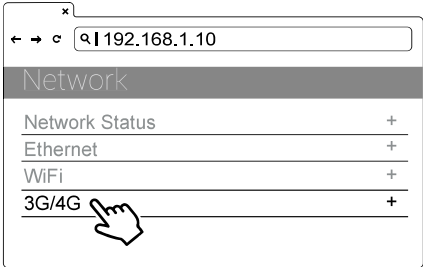

Figura 38. Selezione della rete
- 4) Selezionare: SET I Network I 3G/4G. Vedere la figura 38.